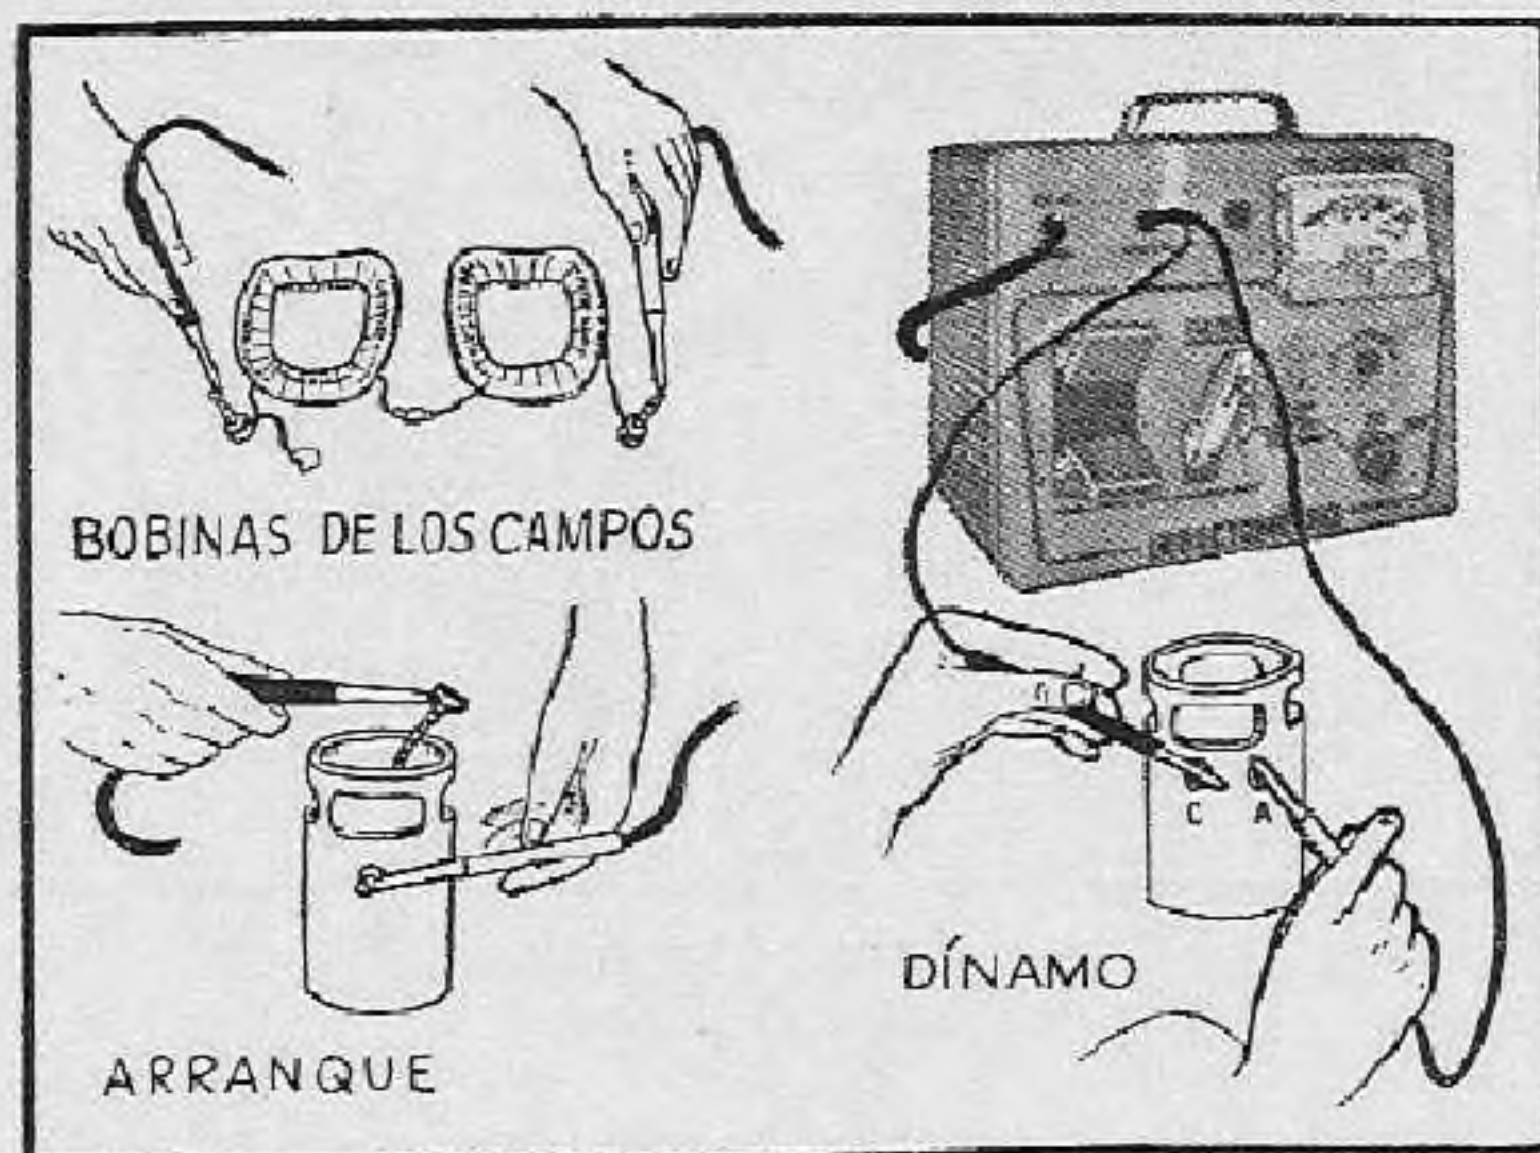

Fig. 153. — Prueba de continuidad de las bobinas de los campos.
3. En el generador: apoyar las puntas de prueba en los bornes GEN y CAM (fig. 153). En el motor de arranque: apoyar una de las